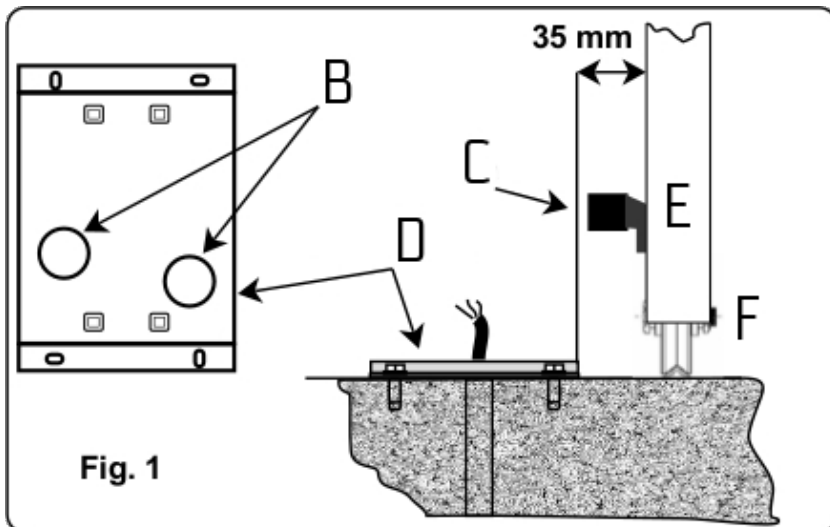

Fig. 1
EN Before fixing the plate (D) with cement, dowels or other, pass the cable sheaths (B) by pre-drilled holes and fix it provided to MAX 35 mm from the edge of the gate and perfectly square at 90°. (F) Wheel (Fig.1).
ES Antes de fijar la placa (D) con cemento u otro, pasar las fundas de cables (B) por los agujeros previamente perforados y fijarla a MAX 35 mm del borde de la puerta con un ángulo de 90°. (F) Rueda (Fig.1).
FR Avant de fixer la plaque (D) avec du ciment, chevilles ou tout autre, passer les gaines des câbles (B) par des trous pré-perçés et la fixer à MAX 35mm à partir du bord du portail et carré avec un angle de 90°. (F) Roue (Fig.1)